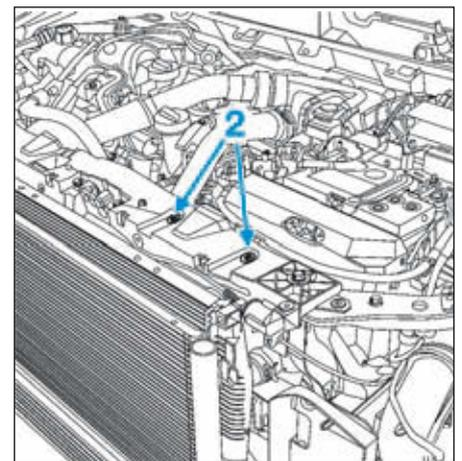

FIG.5
- Déposer les vis (2) du guide de faisceau moteur (Fig.5).